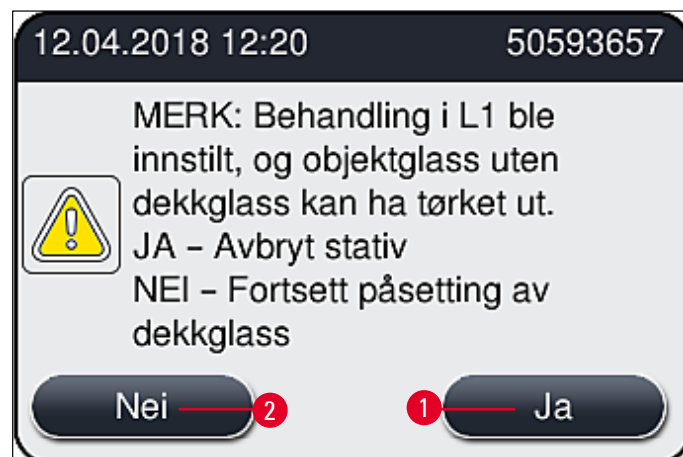

Fig. 111
9. Apparatprogramvaren utfører en skanning av påfyllingsnivået. Brukeren mottar en informasjonsmelding når kontrollen er ferdig (→ Fig. 111).